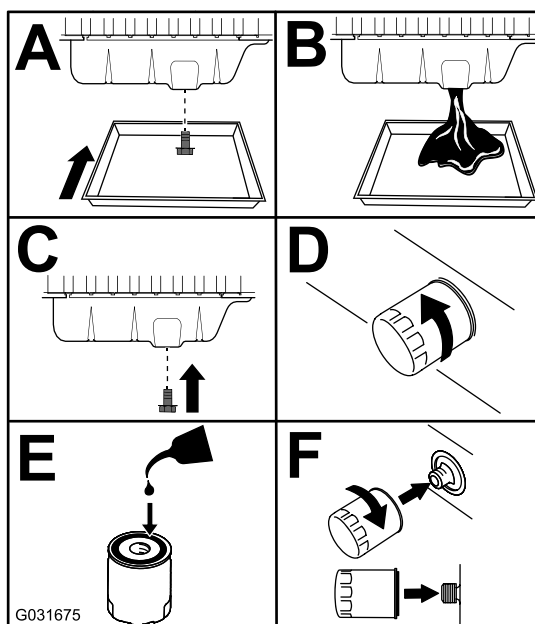

Рисунок 72
3. Замените моторное масло и масляный фильтр (Рисунок 72).